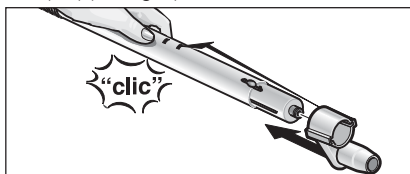

Fig. 4 : emboîtement du dispositif de parage
- Enfoncez le dispositif de parage (G4) sur le tube de rallonge inférieur jusqu'à ce qu'il s'enclenche dans le cran (G2) (voir fig. 4).